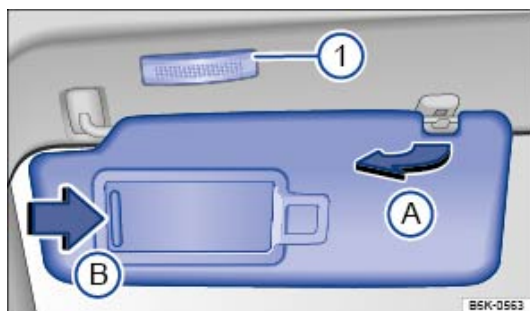

Fig. 89 Dans le ciel de pavillon avant : pare-soleil
- Retrait hors du support et pivotement vers la porte ⇒ Fig. 89 ①.
Lorsque vous ouvrez le volet d'occultation ⇒ Fig. 89 ②, l'éclaireur ⇒ Fig. 89 ① s'allume.